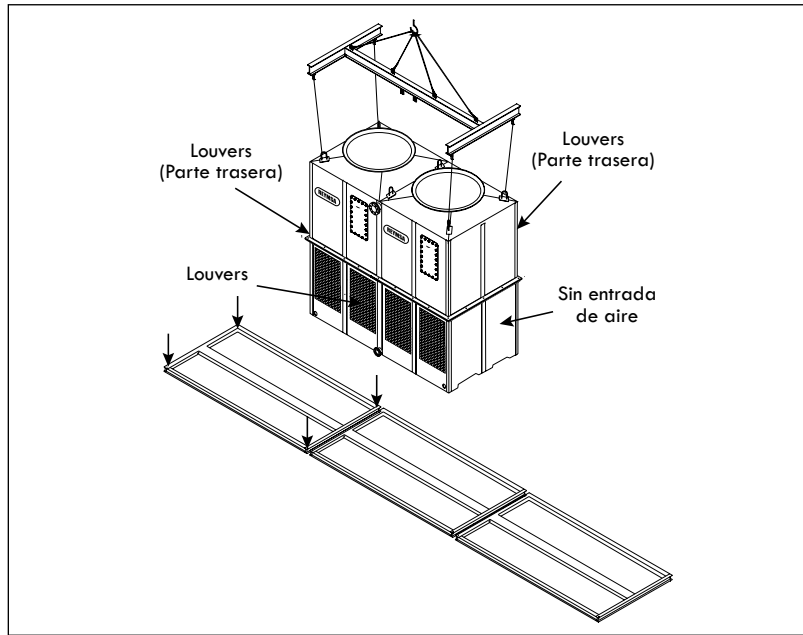

Figura A-69: Levantamiento del primer módulo de una torre con acomodo por el lado corto (RTM-B-S o RTPM-B-S)
- A. Levante el primer módulo usando una grúa y una barra separadora, y colóquelo sobre la superficie de aislamiento y la base de acero. Atorníllela usando los tornillos y tuercas de acero inoxidable (NO suministrada por REYMSA, ver Figura A-69).